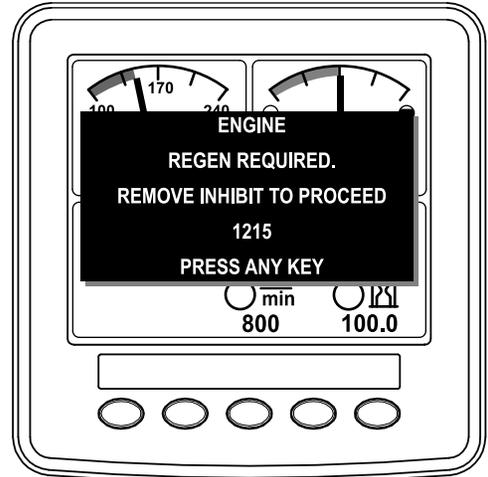

Рисунок 45
**Примечание:** Если настройка INHIBIT REGEN (ЗАПРЕТ РЕГЕНЕРАЦИИ) установлена на ON (Вкл.), дисплей инфо-центра покажет ИНФОРМАЦИОННОЕ СООБЩЕНИЕ № 1215 (Рисунок 45). Нажмите любую